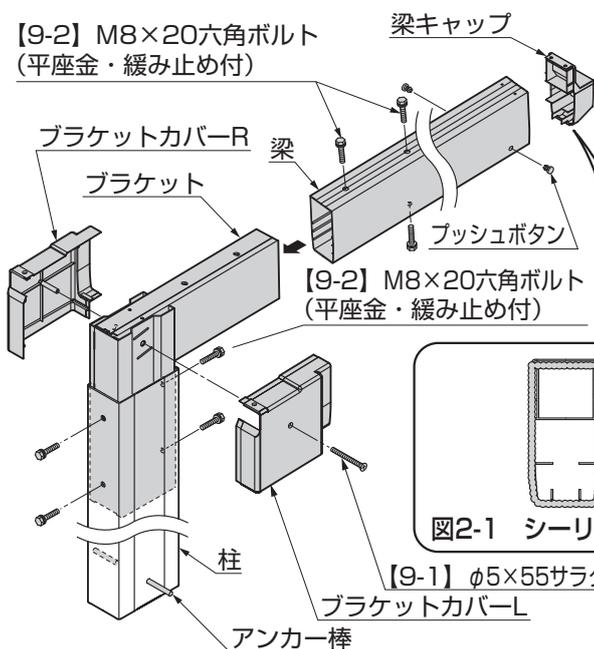

図2-1 シーリング箇所
- ①柱にアンカー棒を差込んでください。
- ②柱にブラケットを [9-2] で取付けてください。
- ③梁をブラケットに [9-2] で取付けてください。
- ④ブラケットカバーR、ブラケットカバーLを [9-1] で取付けてください。
- ⑤梁キャップにシーリング材を充てんして、梁に取付けてください。(図2-1参照)
- ⑥プッシュボタンを梁に取付けてください。
- 指定の箇所にシーリングしてください。(図2-1参照)